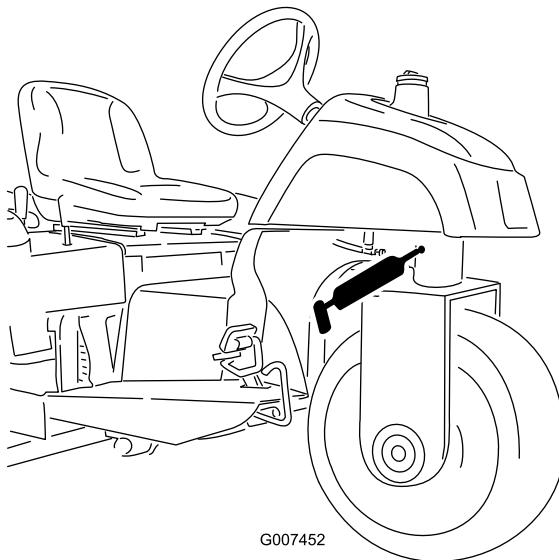

Рисунок 27
- Шарнир поворотного кулака (Рисунок 27)
Примечание: Для утопленной пресс-масленки на шарнире поворотного кулака (Рисунок 27) требуется переходник к смазочному пистолету. Закажите деталь № по кат. 107-1998 Toro у официального дистрибутора компании Toro.